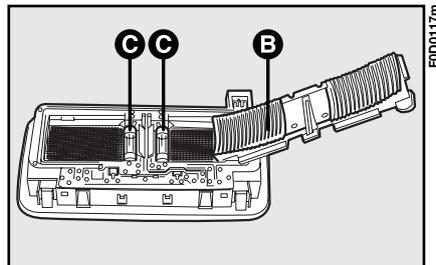

fig. 30
2) levante la tapa **B-fig. 30** y saque la lámpara fundida **C**;